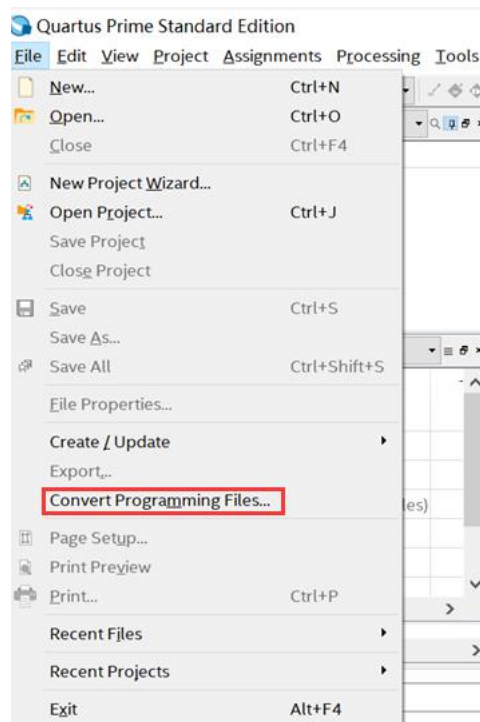

图 8-1 Quartus 软件的 File 菜单
1、如图 8-1 所示, 从 Quartus 软件的 File 菜单中选择 **Convert Programming Files**。